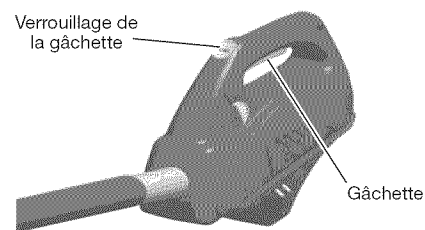

Figure 29 – Poignée de la tronçonneuse sur perche avec gâchette verrouillée
4. Lorsque vous êtes prêt à effectuer une coupe, déverrouillez la gâchette et appuyez dessus (voir figure 29) pour démarrer la tronçonneuse sur perche. Lorsque vous relâchez la gâchette, la tronçonneuse s'arrête. Avant de commencer à couper, assurez-vous que la tronçonneuse fonctionne.